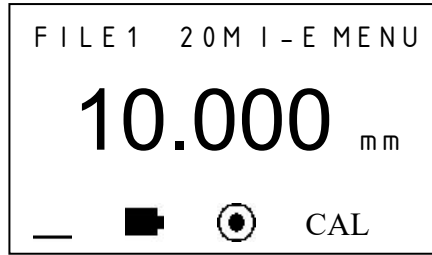

图 17
e. 用 ↑ 或 ↓ 键将显示值调整到 10.00mm, 如图 17: